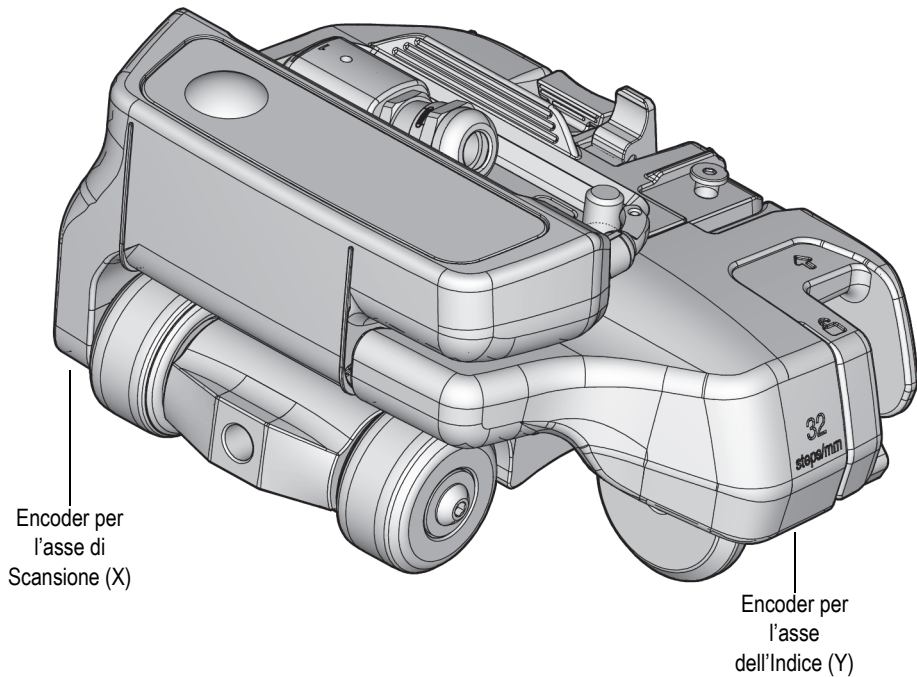

Figura 1-10 Posizioni dell'encoder
Lo scanner HydroFORM può essere dotato di due encoder per registrare la posizione dello scanner sull'asse di scansione (X) e sull'asse dell'indice (Y) [vedi Figura 1-10 a pagina 35].